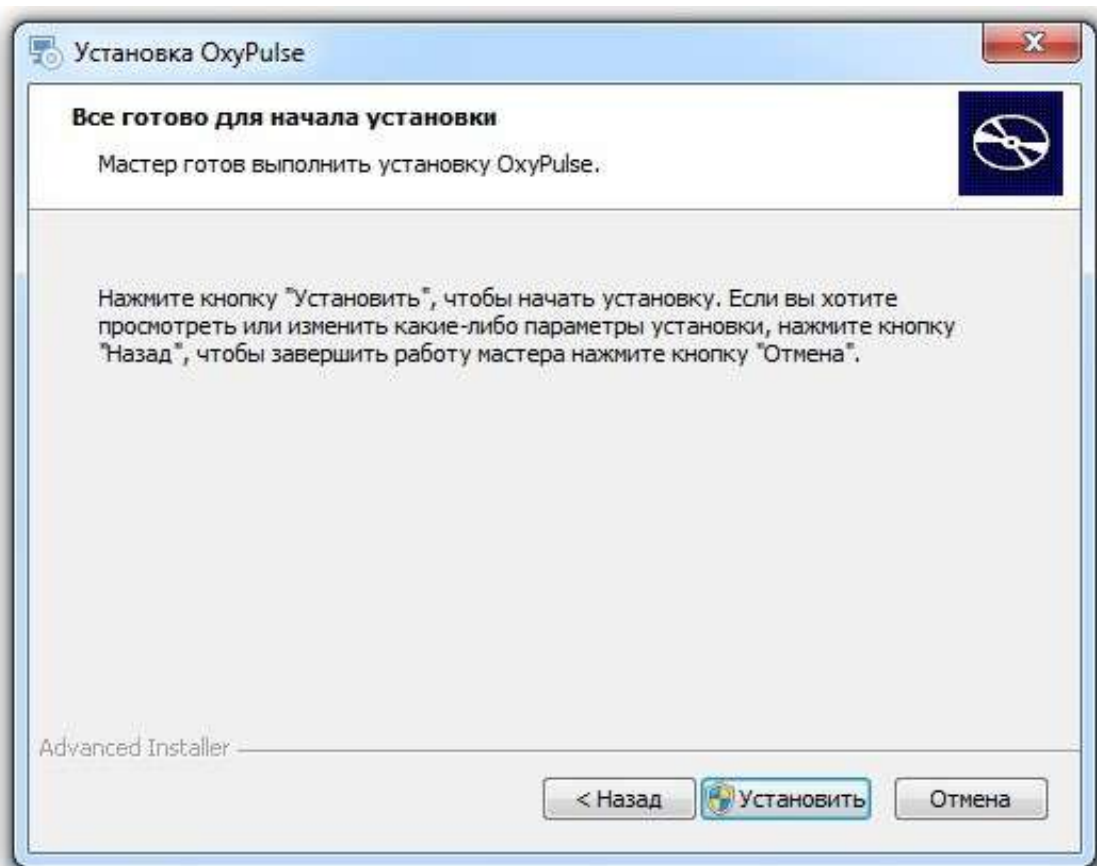

Рисунок 3.5 – Программа установки. Сообщение о начале установке
3.4.1.8 После выбора пути до целевой директории программа установки сообщит о том, что все готово для начала установки (рисунок 3.5). Нажать кнопку «Далее».